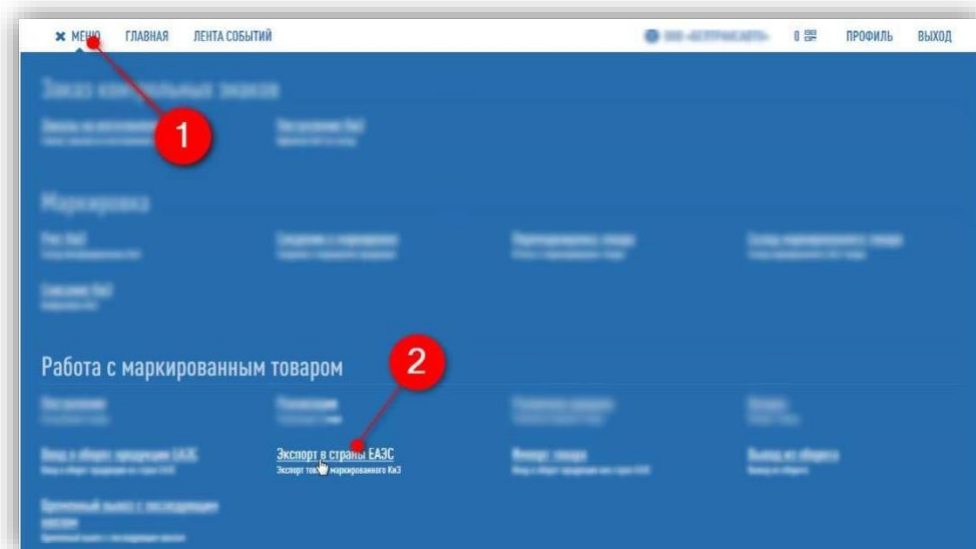

Рисунок 165 – Экспорт в страны ЕАЭС
– выберите пункт «Меню - Работа с маркированным товаром – Экспорт в страны ЕАЭС» (рис. 165).